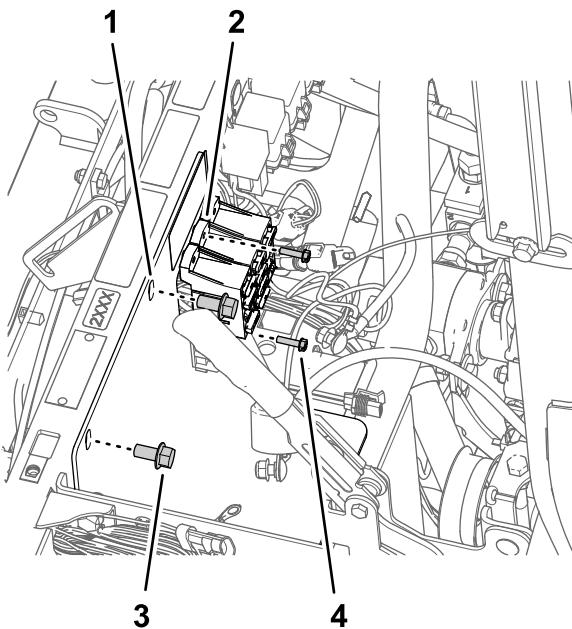

Рисунок 170
3. Удалите болты (10-24 x 3/4 дюйма) и гайки (10-24 дюйма), которые крепят блоки предохранителей к кронштейну аккумуляторной батареи (Рисунок 170).
4. Удалите 2 болта с фланцевыми головками (3/8 x 3/4 дюйма), которые крепят кронштейн аккумуляторной батареи к трубе опоры амортизатора машины (Рисунок 170).